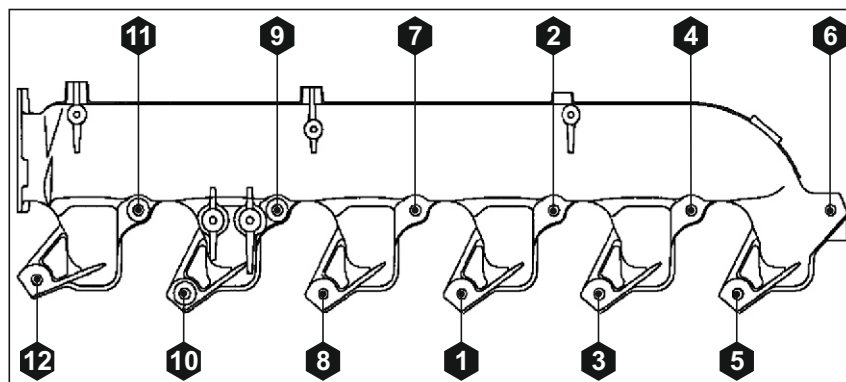

Рис. 133. Порядок затяжки болтов крепления коллектора впускного.
1. Установить в соответствующие отверстия головки блока цилиндров (11, 7, 2, 6) (см. Рис. 133) 4 технологические направляющие.
6. Установить в отверстие крепления коллектора (6) болт М10х1,5-55 мм, ввернуть его в головку блока цилиндров и затянуть моментом 20 Нм.
8. Окончательно затянуть все болты моментом  $60 \pm 12$  Нм (затяжку болтов производить в порядке, указанном на Рис. 133).